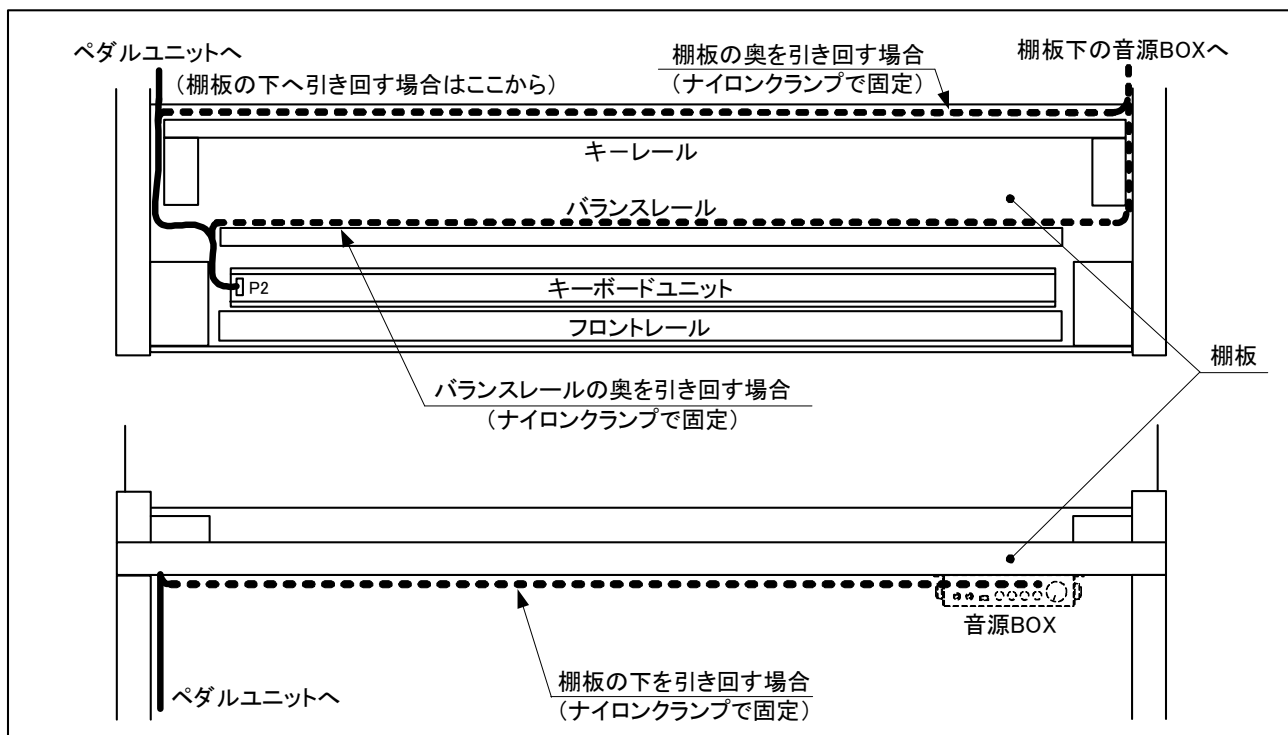

図3.4-6 接続ケーブルの引き回し
- (6) ペダルユニットからの接続ケーブルをペダルや天秤棒、センサーの妨げにならないように引き回す。
- (7) 接続ケーブルをキーボードユニットのコネクタP2へ接続する。(2. 2 配線接続図を参照)
- (8) 音源BOXを図3.4-6のようにピアノの右側へ取り付ける場合は、バランスレールや棚板の奥または下側に沿わせるようにして、高音部へ渡らせてから弦側へ引き込み、音源BOXを取り付ける位置まで接続ケーブルを引き回す。また、音源BOXをピアノの左側へ取り付ける場合は、ペダルユニットからの接続ケーブルと一緒に棚板の下へ引き回す。